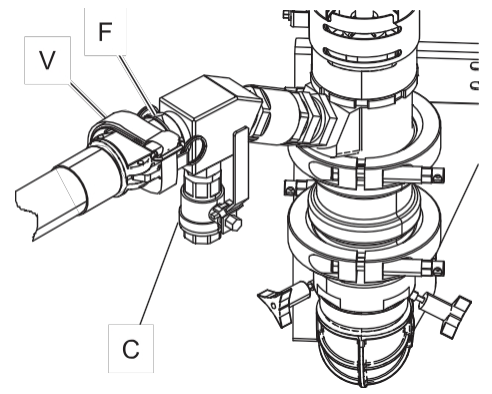

Fig. 10
5. Atașați furtunul la intrarea de lichid a pistolului de pulverizare și la ieșirea de lichid a pompei (F), apoi fixați curelele Velcro (V) în jurul fittingului cu camă. (Fig. 10)